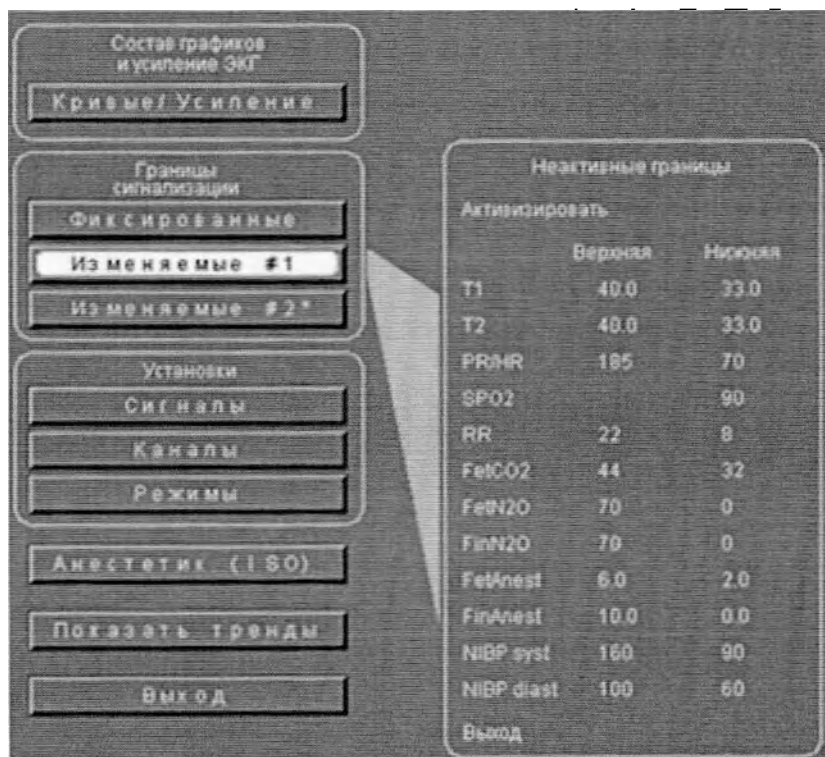

Рисунок 44 – Пример изменения границ сигнализации
- вращая ручку управления, выделите раздел «Границы сигнализации» и, нажав на ручку управления, войдите в подраздел «Изменяемые #1» (см. рис. 44);